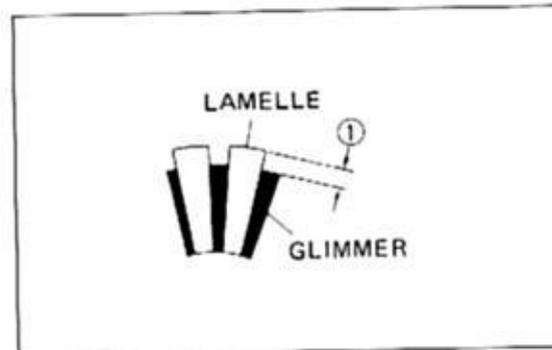

Bild 59
-  Spalttiefe zwischen einzelnen Kollektorlamellen (Glimmerunterschneidung) muss mindestens 0,2 mm tief sein (Bild 59). Gegebenenfalls mit Metallsägeblatt tiefer bringen. Anschliessend mit 600er Schmirgelleinen abziehen.